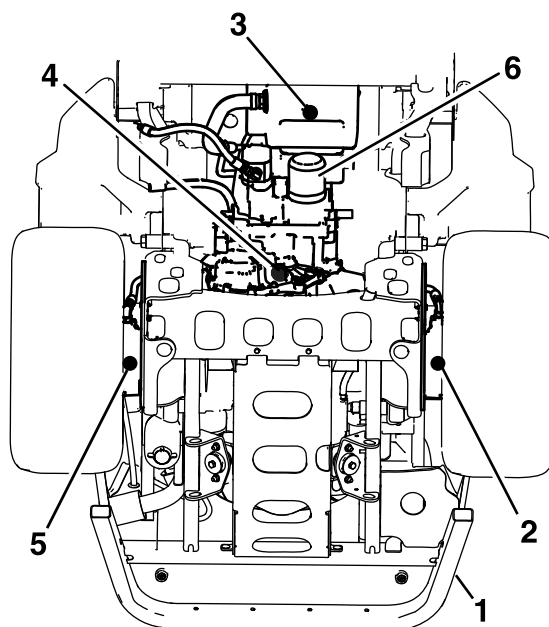

Figure 63
et les moteurs de roues gauche et droit (Figure 63).
5. Enlevez chaque bouchon de vidange et vidangez le liquide hydraulique (Figure 63).
6. Nettoyez la surface autour du filtre à huile hydraulique et retirez le filtre (Figure 63).